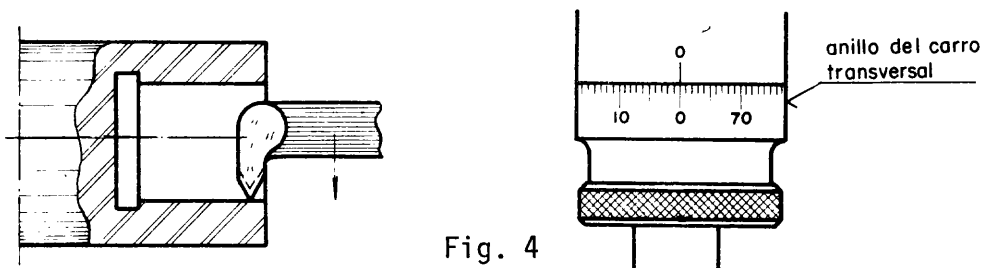

Fig. 4
- b Tome la referencia inicial con el anillo graduado en el carro transversal (fig. 4), una vez que la herramienta roza el material.